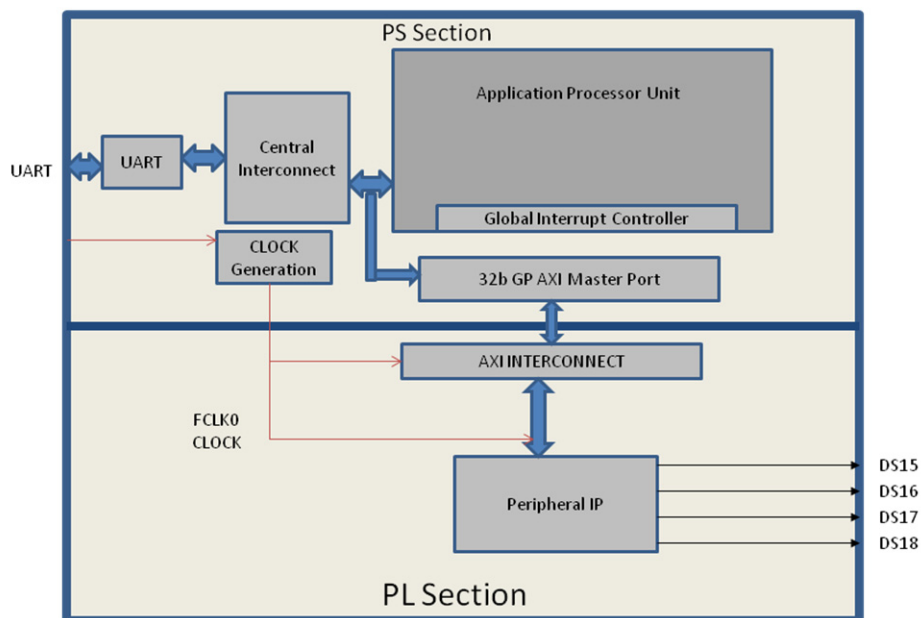

図 9-2: ブロック図
Zynq のプロセッシング ロジック (PL) セクションで、ペリフェラル IP をスレーブとしてインスタンス化して ZC702 ボード用のシステムを作成し、これをプロセッシング システム (PS) の汎用 (GP) マスター ポートを用いて PS プロセッサと接続します。図 9-2 に、システムのブロック図を示します。